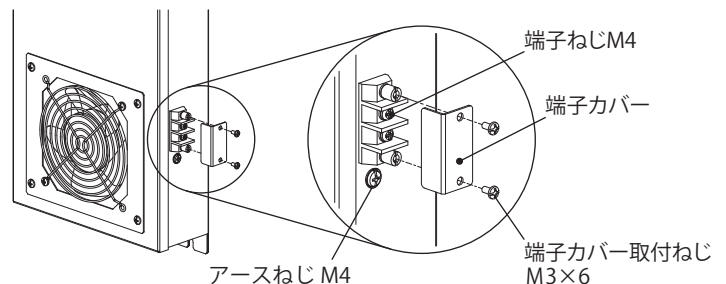

図6 端子カバー取付
- 付属の端子カバー取付ねじ M3×6 にて、端子カバーを取り付けてください。(図 6)